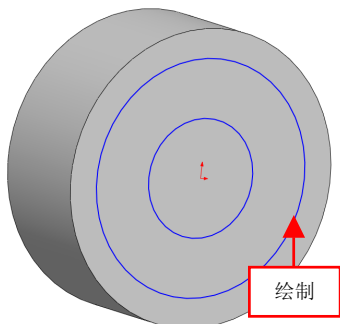

图 14-22 绘制圆对象
(6) 在【草图】选项卡中，单击【草图绘制】按钮，选取新创建拉伸实体的右侧面，单击【圆】按钮，绘制两个半径分别为 40 和 80 的圆对象，如图 14-22 所示。